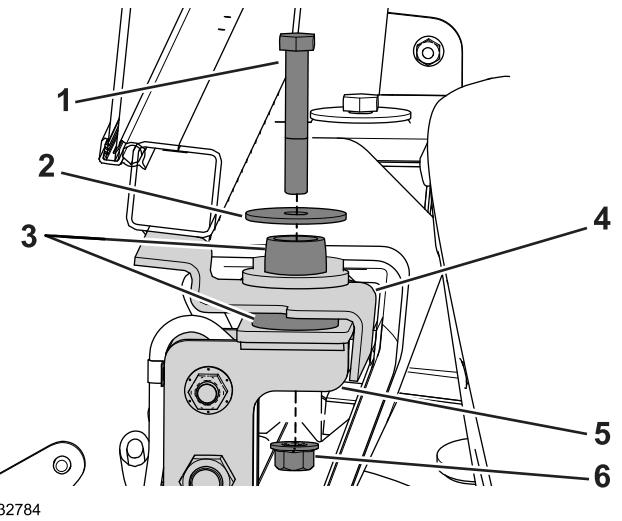

**Bild 71**
2. Montieren Sie die Befestigungshalterung der Kabine mit der Schraube ( $\frac{1}{2}'' \times 3\frac{1}{4}''$ ) und ( $\frac{3}{4}'' \times 3\frac{1}{2}''$ ) lose an jeder Seite des Überrollschatzrohrs (Bild 71).
6. Ziehen Sie die Schrauben und Muttern an, mit denen die Stützen der Kabinenbefestigung an den Überrollschatzstreben befestigt sind (Bild 71).